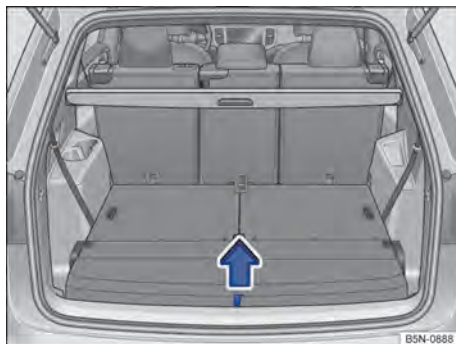

Fig. 190 No compartimento de bagagem: levantar o assoalho do compartimento de bagagem.
- Puxar o assoalho do compartimento de bagagem para cima pela alça → Fig. 190 no sentido da seta e retirar.